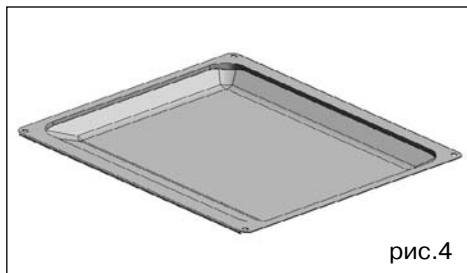

рис. 4
• **Многофункциональный противень 20 мм (рис. 4).**